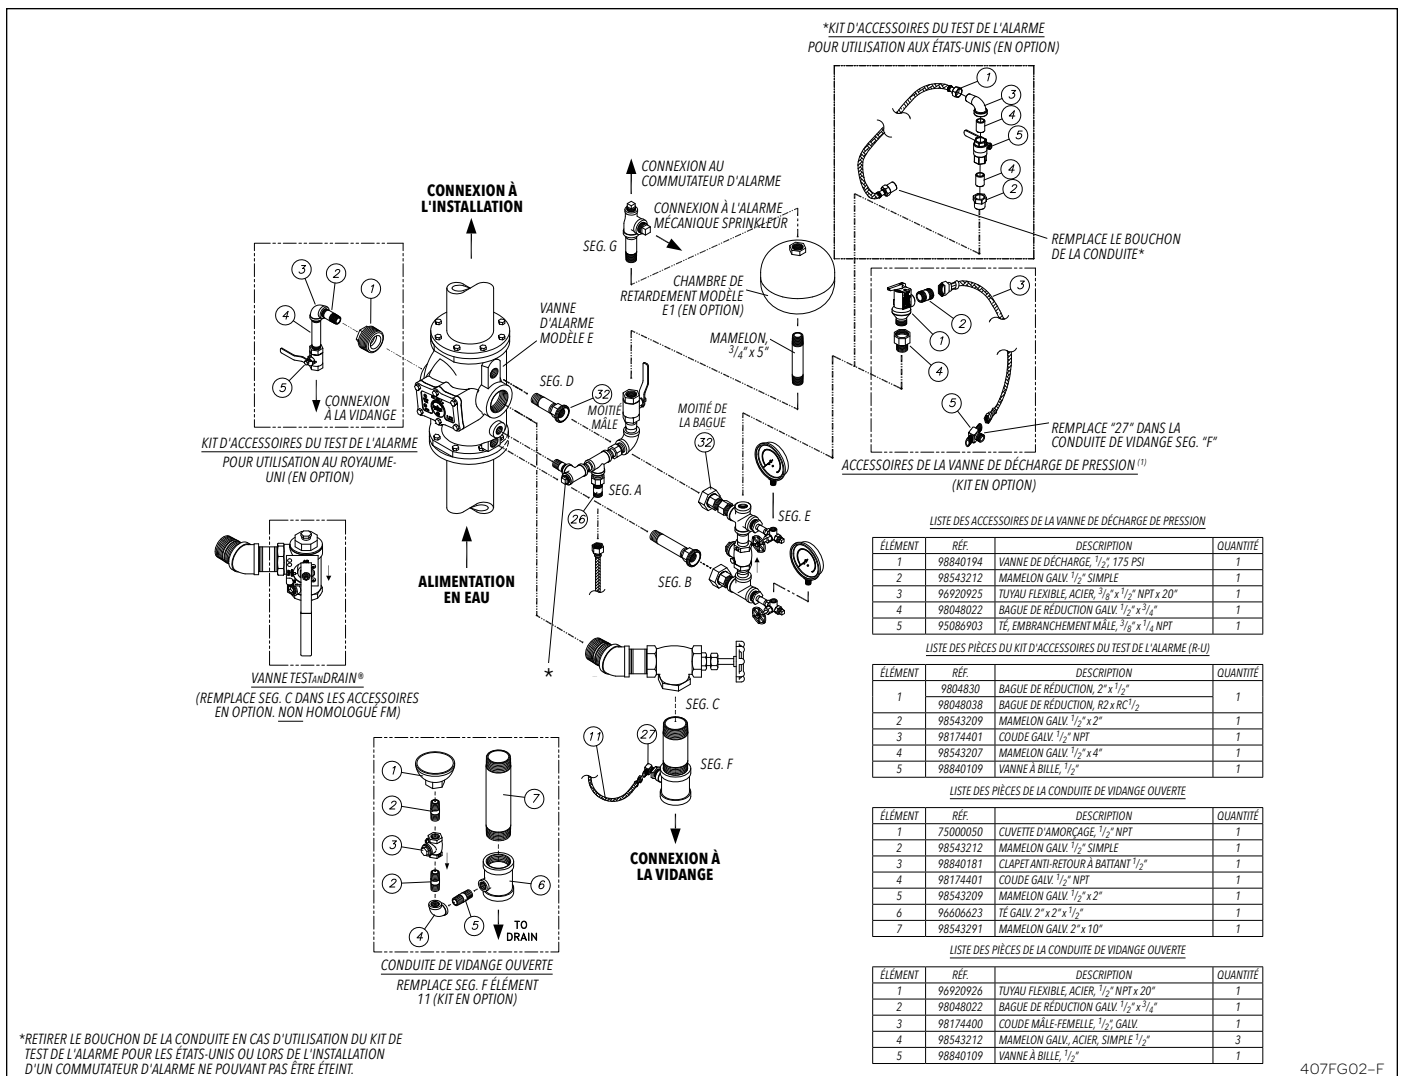

Fig. 2 – Vanne d'alarme avec entrée et sortie à brides de modèle E de 8" – Accessoires de robinet de vidange ouvert avec pression variable
Les jeux d'accessoires E3 pour la vanne d'alarme de modèle E de Reliable (Figure 2) sont prévus pour une installation rapide, facile et compacte et servent comme points de connexion pour l'alarme et pour d'autres dispositifs de Reliable. Les accessoires peuvent également être utilisés pour tester le fonctionnement des dispositifs d'alarme sans actionner le système.
La chambre de retardement du modèle E1 est nécessaire. Le kit de conduite de vidange en option est nécessaire (Figures 2, 3 et 5)
Un kit d'accessoires de décharge de pression est nécessaire avec les systèmes de canalisations sous eau maillées. Un kit d'accessoires de décharge de pression est disponible en option dans les jeux d'accessoires de modèle E-3 pour pression variable, comme illustré dans la figure 2.
#### • Installation verticale à pression variable (Figure 2)
• **Installation verticale avec pression constante (Figures 2, 3 et 7)**